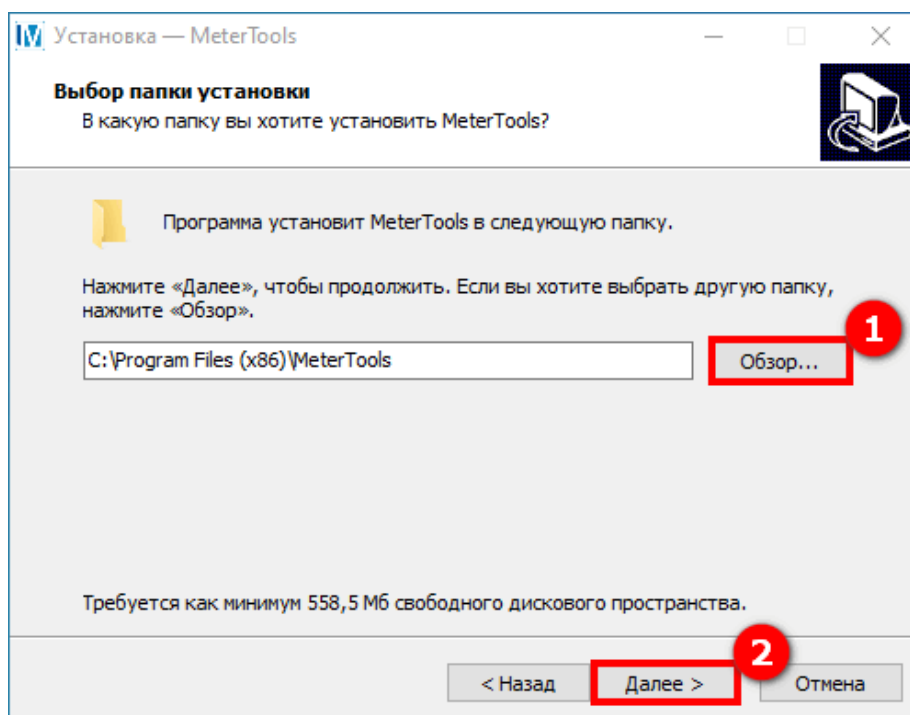

Рисунок 3 – Окно установки MeterTools
В следующем окне будет отражена информация о папке, в которую будет установлена программа. По умолчанию это: C:\Program Files (x64)\MeterTools. При необходимости можно указать другую папку или выбрать ее, нажав кнопку **Обзор** (1) (см. рисунок 3). Нажимаем кнопку **Далее** (2).